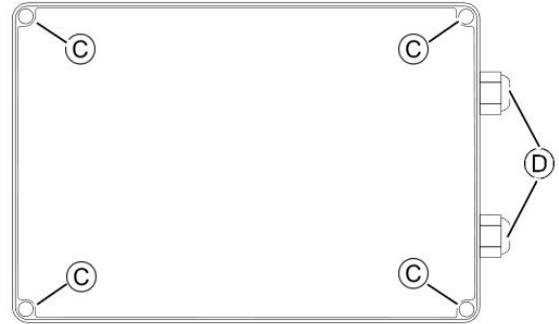

Abbildung 3: Grundgerät - Gehäuseboden
- Bei Wandladestationen mit Steckdose befindet sich die Kabelverschraubung  für das Zuleitungskabel seitlich unten rechts am Gehäuseboden (siehe Abbildung 3).